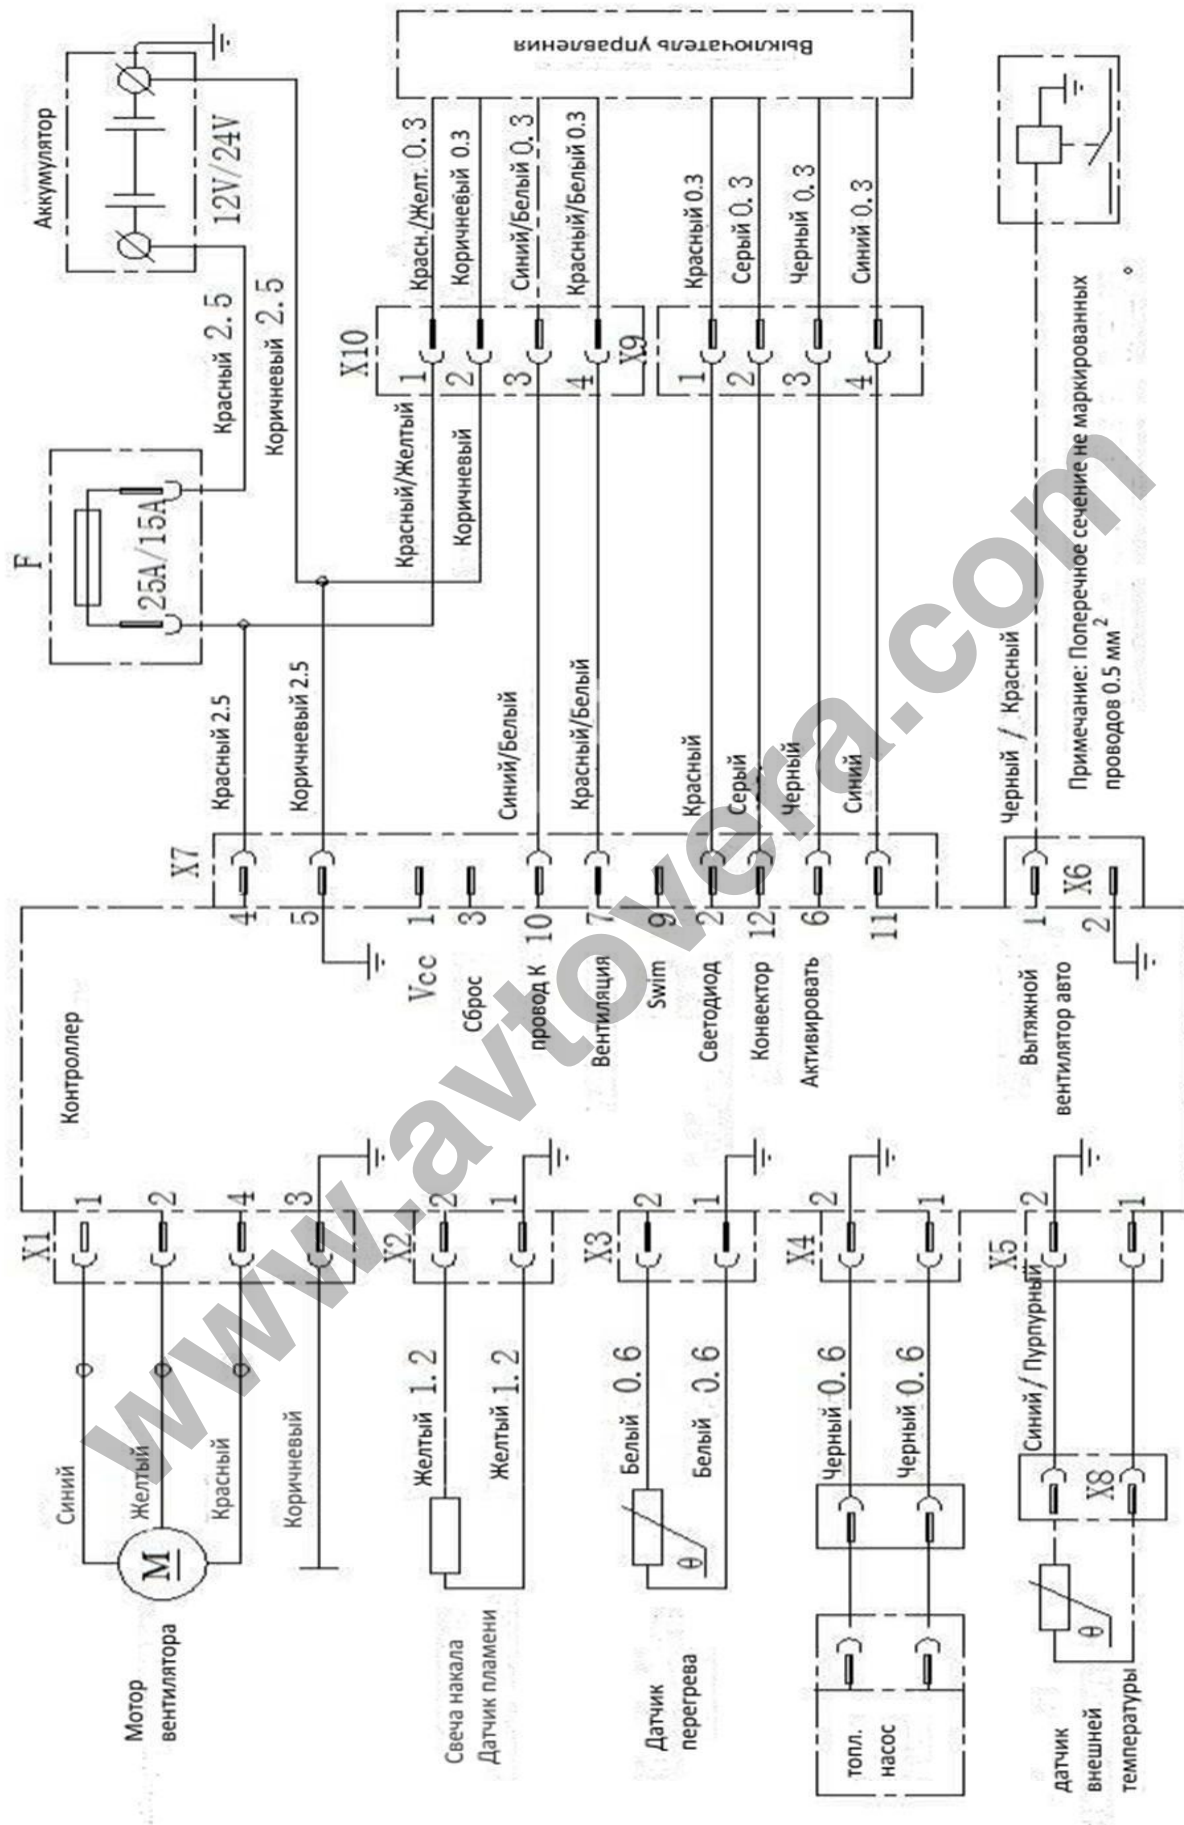

Рис. 20
4.5.1 Электрическая схема отопителя представлена на Рис.20. Провода, предназначенные для соединения с внешними цепями, собраны в два жгута. Они могут быть проложены различными путями и закреплены в соответствующих местах. Расстояния между точками фиксации не должно превышать 30см.